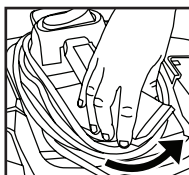

FIGURE 20
43. Pour retirer le cordon d'alimentation du rembobineur, saisissez les côtés de la section arrière du rembobineur (logée derrière la poignée) puis tournez un demi-tour dans le sens antihoraire jusqu'à ce que la section s'élève au-dessus de la poignée. **FIGURE 20.**